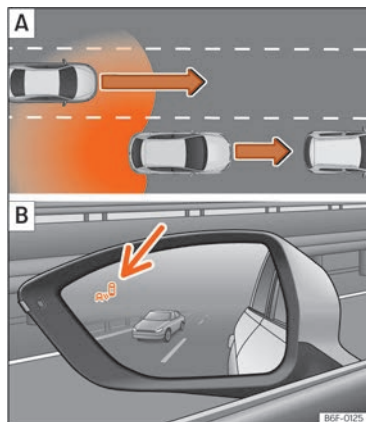

Fig. 114 Representación esquemática: **A** Adelantamiento con tráfico en la parte trasera. **B** Indicación del asistente de cambio de carril en el lado izquierdo.
En las siguientes situaciones se muestra una indicación en el testigo de control >>> **fig. 114 B** (flecha) o >>> **fig. 115 B** (flecha):
- Cuando se es adelantado por otro vehículo >>> **fig. 114 A**.